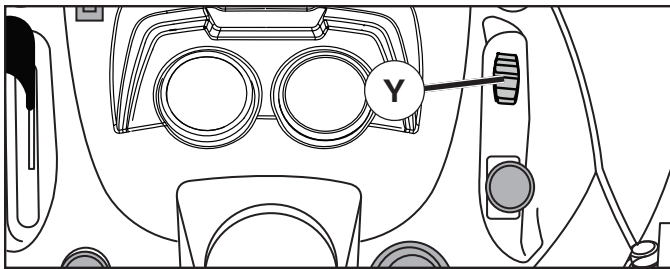

Fig. 14
## POUR UTILISER LA COMMANDE DE BLOCAGE DE DIFFÉRENTIEL (Y) (Voir Fig. 14)